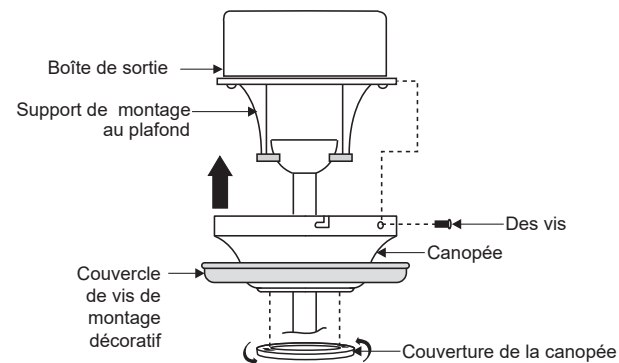

Fig. 15
Étape 2. Faites glisser le capot jusqu'au plafond et fixez-le au support de fixation au plafond à l'aide de 4 vis situées sur le bord supérieur du support de fixation. Insérez chaque vis dans le trou de montage du pavillon et dans le support de montage. Faites glisser le couvercle du toit jusqu'au toit et faites-le pivoter dans le sens des aiguilles d'une montre. Serrez toutes les vis fermement. (Fig. 15)